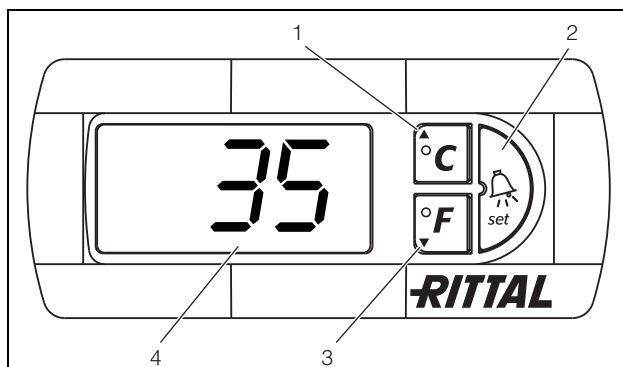

Imagen 24: Controlador Confort
El controlador Confort dispone de una indicación de 7 segmentos (imagen 24, n° 4). En esta se muestra, tras la conexión de la fuente de alimentación, durante aprox. 2 segundos la versión actual del software. En servicio normal la indicación muestra tanto la temperatura (en grados celsius o fahrenheit, seleccionable), así como las indicaciones de fallo. La temperatura interior actual del armario se indica de forma permanente. Al producirse una indicación de fallo esta se muestra de forma alternada con la indicación de temperatura.
La programación del aparato se realiza a través de las teclas 1 – 3 (imagen 24). Los parámetros también aparecen en la indicación.
- Presione simultáneamente las teclas 1 y 2 (imagen 24) durante 5 segundos mín.
Con las teclas 1, 2 y 3 (imagen 24) puede modificar 24 parámetros dentro de los niveles preestablecidos (valor mín., valor máx.).